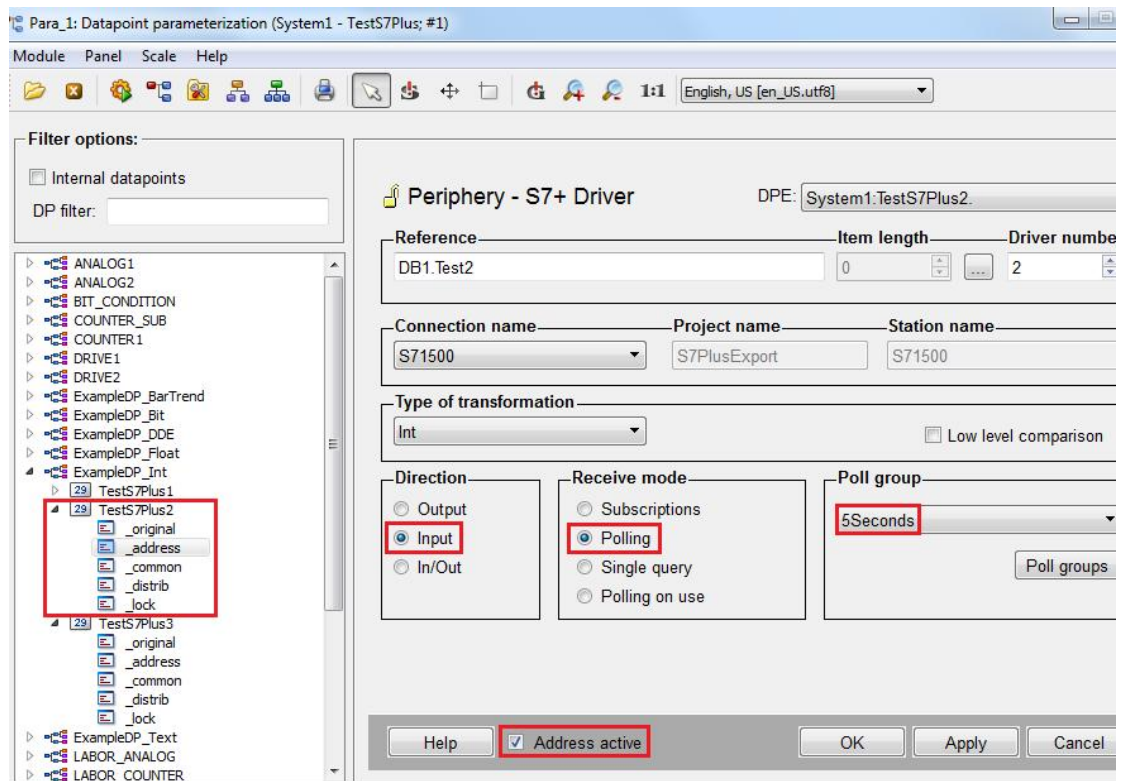

图 3-6 从 PLC 轮询数据时地址参数组态示例
2、从 PLC 轮询数据（读数据）：如图 3-6 所示，新建测试变量 TestS7Plus2，关联“ S71500”中的“ DB1.Test2”，在“ Direction”中选择“ Input”，在“ Receive mode”中选择“ Polling”，并在“ Poll group”中新建或选择已有的轮询组，勾选“ Address active”复选框，并点击“ OK”按钮。双击该变量的“ _original”节点，可以测试读数据功能。